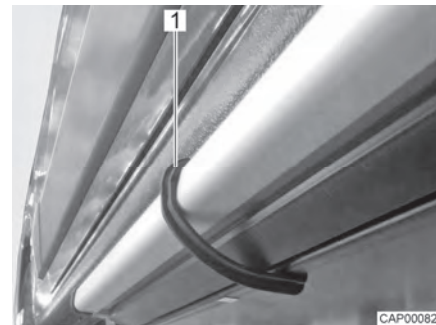

Bild 5 Klämman (fotsteg)
- Säkra fotsteget mot utglidning med klämman (Bild 5,1).